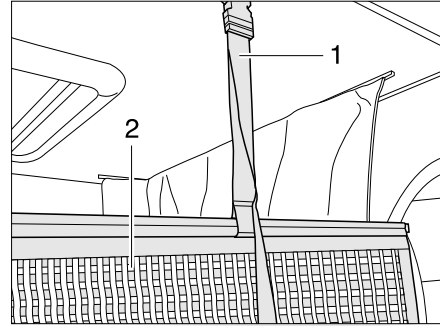

Fig. 174 Supporto rete protettiva
La rete protettiva (Fig. 174,2) con le cinghie di arresto è sistemata sotto il materasso. Fissare la rete protettiva soltanto dopo che le persone si sono stese nel letto basculante.
- Fare innestrare le cinghie di arresto (Fig. 174,1) nei supporti sul soffitto.